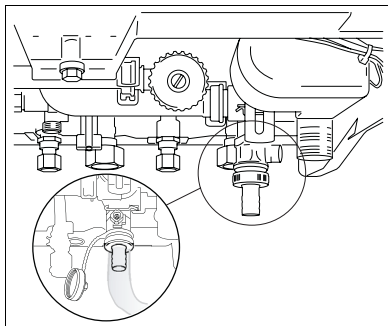

Fig. 3 Påfyldning af varmeanlægget
- Tilslut slangen til gaskedlens påfyldningshane (fig. 3).
- Fyld så meget vand på, at anlægget viser et tryk på ca. 1,5 og luk derefter påfyldningshanen (fig. 3).